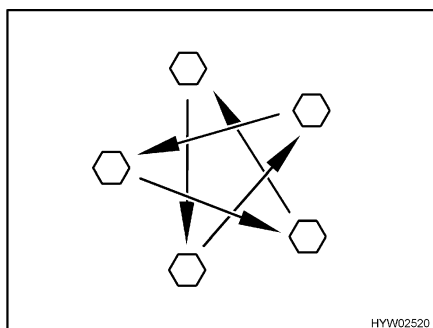

Fig. 87 Serrer en croix les écrous ou les boulons de roue
- Vérifier régulièrement le serrage des écrous ou des boulons de roues. Resserrer alternativement et en croix (Fig. 87) tous les écrous ou les boulons de roue 50 km après le changement d'une roue.